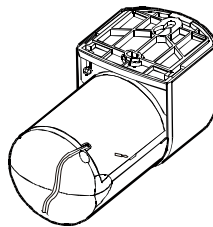

Fig. 12
4. Batteriefachdeckel wieder aufsetzen und darauf achten, dass das Kabel in diese Öffnung passt. Abb. 12